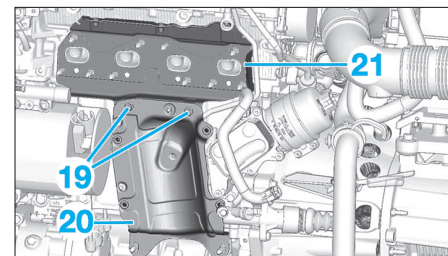

Fig. 56
- l'ensemble turbocompresseur (17) et collecteur d'échappement (18).
- les vis de fixation (19) des écrans thermiques (Fig.56),